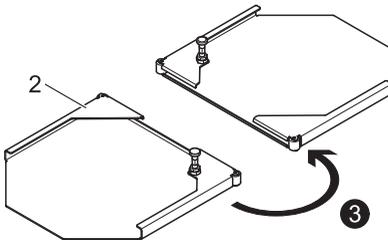

Abb. 19: Schutzgehäuse drehen
4. Das Schutzgehäuse (1) um 180° drehen (→ Abb. 19: Schutzgehäuse drehen; Seite 35).